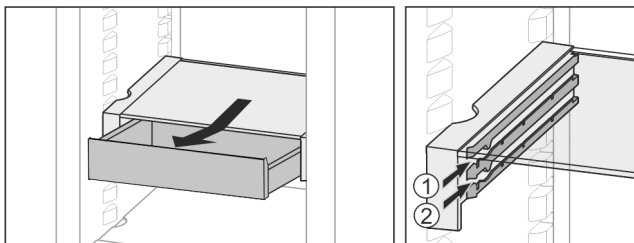

Fig. 36
- ▶ Skub den ind i den ønskede højde Fig. 36 (1) eller Fig. 36 (2).